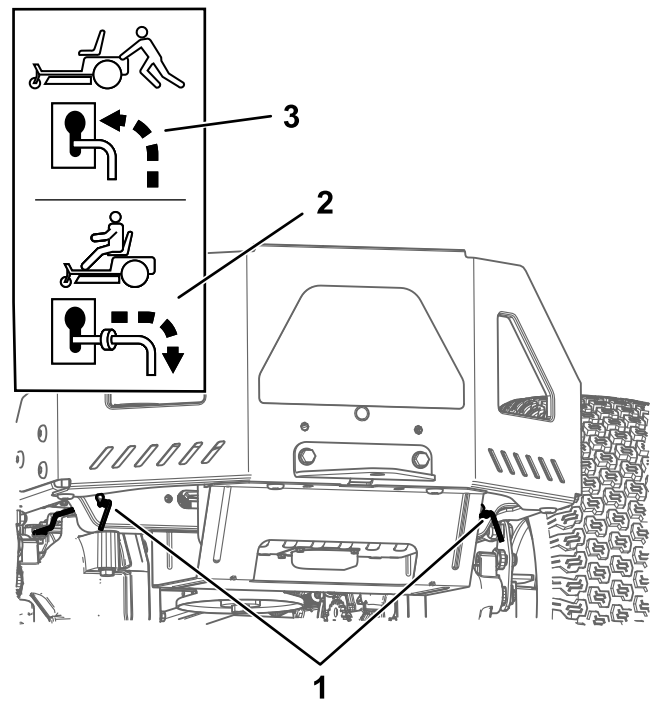

Figura 30
4. Mueva las dos palancas de desvío hacia delante a través del orificio ranurado y hacia abajo para bloquearlas en esa posición (Figura 30).